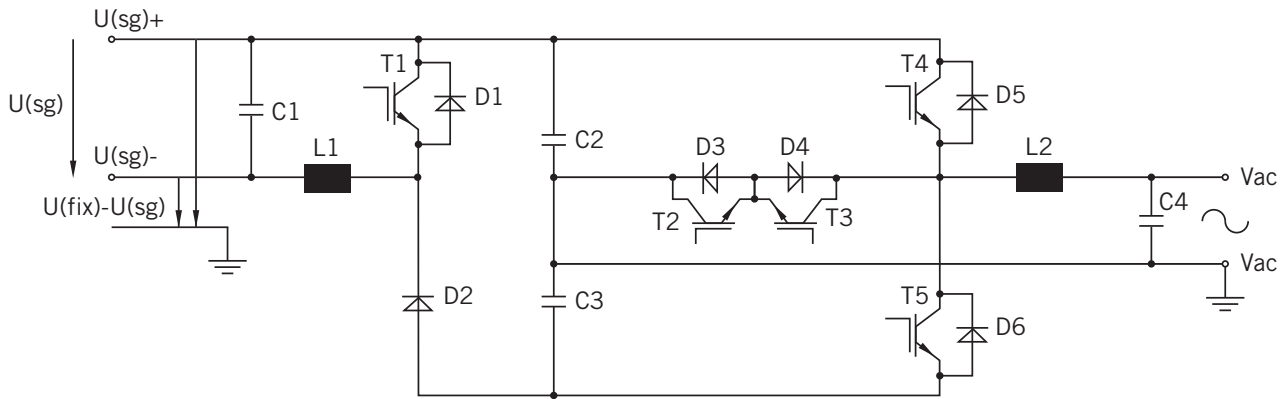

Abbildung 13: Schaltschema eines traflosen Wechselrichters mit unsymmetrischem Hochsetzsteller und geteiltem Spannungszwischenkreis
Diese Topologie (Abbildung 13) stellt eine spezielle Form der Quiet Rail Topologie dar. Durch die Verlagerung der Diode D2 in den unteren Strompfad, arbeitet der Hochsetzsteller (C1, L1, T1) unsymmetrisch gegenüber dem Zwischenkreis. Durch diese Schaltung wird, innerhalb der Arbeitsgrenzen des Hochsetzstellers, das positive Potential des Solargenerators $U(\text{fix})$ auf einen festen Wert gegenüber dem Gestell (PE) gelegt. Das Potential beträgt üblicherweise die Hälfte der Arbeitsspannung des Hochsetzstellers (ca. 350 V-400 V). Erst wenn der Arbeitsbereich des Hochsetzstellers durch die Stringspannung überschritten wird, teilen sich die Potentiale symmetrisch zum Massepotential auf. Das Potential des negativen Generatorpols gegenüber der Erde kann nun durch die Stringspannung direkt beeinflusst werden. Der Spannungsfall zwischen negativem Generatorpol und Gestell ergibt sich aus der Differenz des Festwertes und der Stringspannung $U(\text{fix})-U(\text{sg})$. Wird die Anzahl der Module im String so gewählt, dass die Mpp-Spannung kleiner ist als der Wert $U(\text{fix})$, kann man während der Einspeisung sicherstellen, dass der Potentialunterschied zwischen Gestell und negativem Generatorpol nicht negativ wird. Hierbei muss gewährleistet sein, dass der Wechselrichter bei der gewählten Stringspannung noch im Mpp Bereich arbeitet.